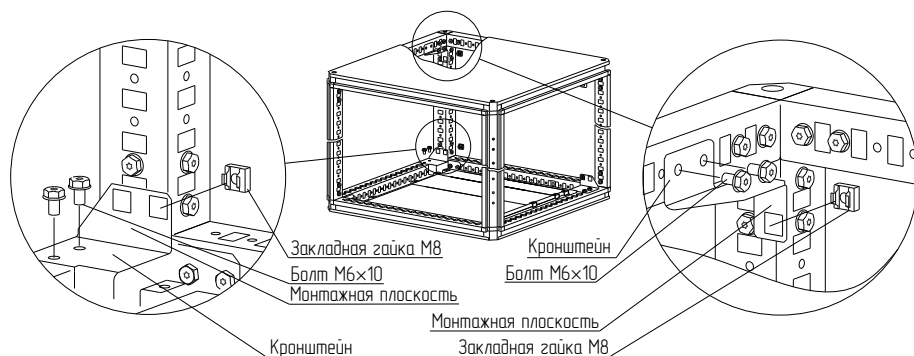

Рисунок 18
4.5.3 Закрепить на крыше и основании кронштейны болтами М6×10 (рисунок 18).
4.5.4 Установить закладные гайки М8 в квадратные отверстия кронштейнов (рисунок 18).